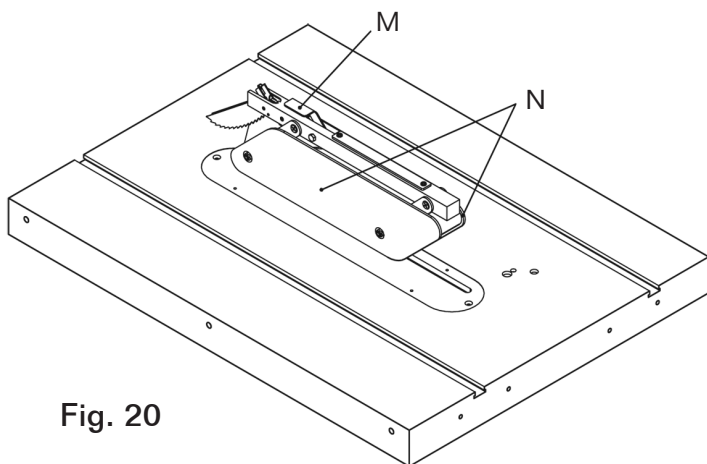
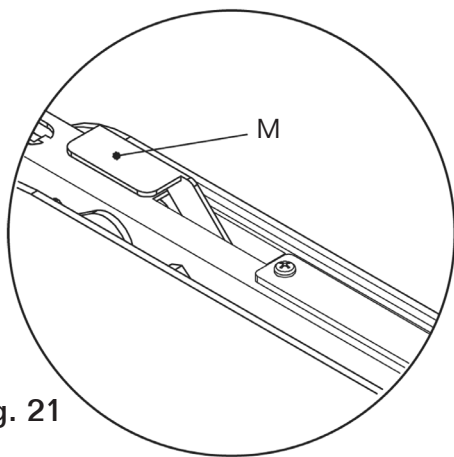

Fig. 20
Fig. 21
4. Baje las guardas (N) como en Fig. 20 y trabe la manija (M), luego fije la manija (M) como en la Fig. 21.